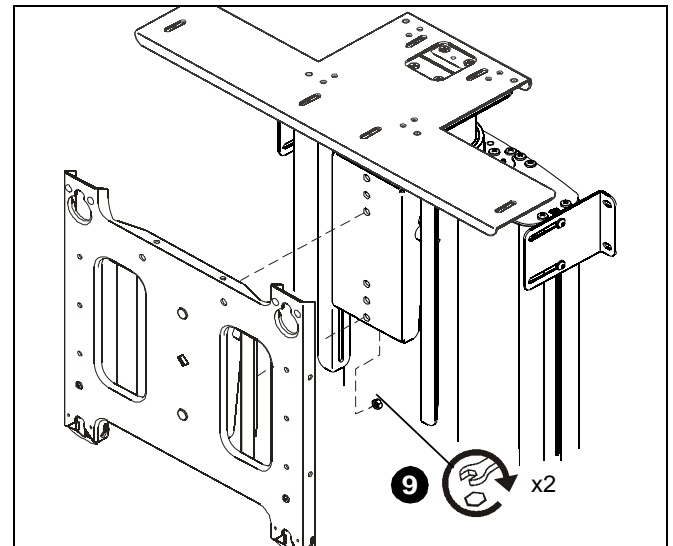

рис. 5
9. Закрепите лицевую панель на монтажном кронштейне лицевой панели с помощью двух контргаек. (см. рис. 5)